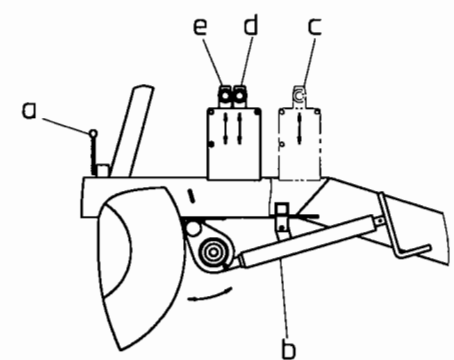

Fig. 4
- * Falls ein Rangierantrieb montiert ist, darauf achten, daß dieser während des Straßentransportes gelöst und gesichert ist (Fig. 4).
- * Das Fahrgestell mit der Achse zum Bauwerk hin (Fig. 3a) oder auch parallel dazu (Fig. 3b) aufstellen. Falls vorhanden, kann hierzu der Rangierantrieb benutzt werden (Fig. 4).